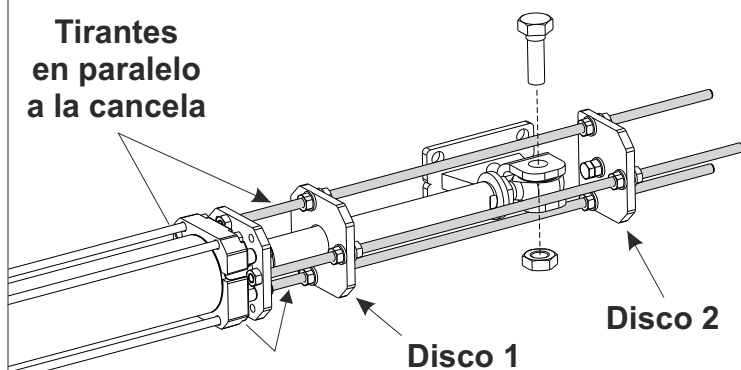

Fig. 25
- 3) Poner los topes mecánicos en la brida delantera del operador, asegurándose que al menos dos de los tres tirantes del tope estén perfectamente paralelos a la cancela (Fig. 25)